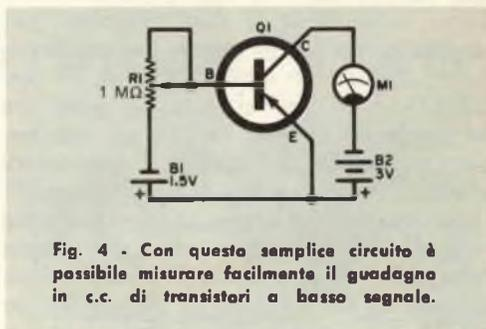

Fig. 4 - Con questo semplice circuito è possibile misurare facilmente il guadagno in c.c. di transistori a basso segnale.
Il metodo è illustrato nella fig. 4 e, come si vede, gli unici componenti necessari sono un tester, un potenziometro da 1 M Ω (R1), due pile (B1 e B2) ed alcune pinzette a bocca di coccodrillo.
2) Montate il circuito della fig. 4 portando R1 al suo valore massimo. La batteria B1 è una semplice pila da 1,5 V e B2 è da 3 V. Il tester si predispose nella portata di 1 mA fondo scala.